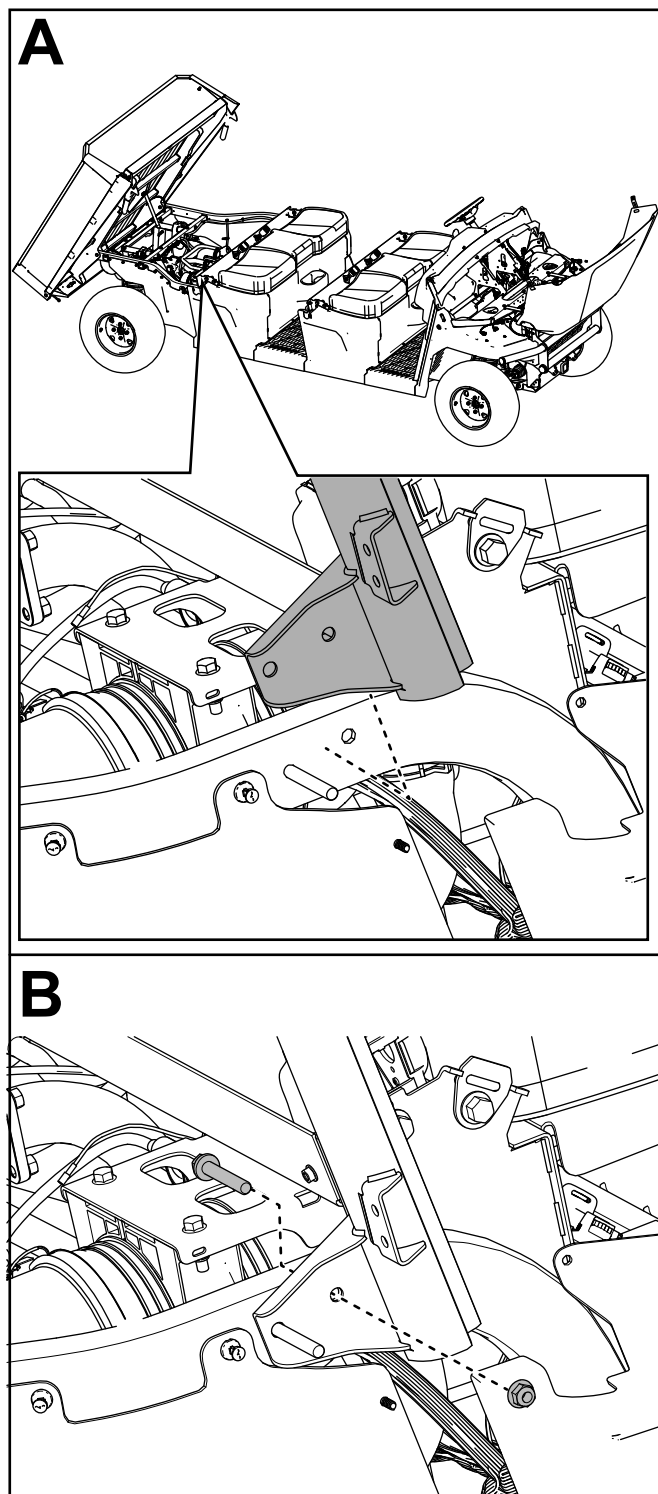

Figure 36
6. Fixez légèrement la barre arrière droite de l'arceau de sécurité sur le tube arrière droit du cadre à l'aide de 1 boulon à embase ($\frac{3}{8}$ " x $2\frac{1}{4}$ ") et de 1 contre-écrou ($\frac{3}{8}$ "), comme montré à la Figure 36.